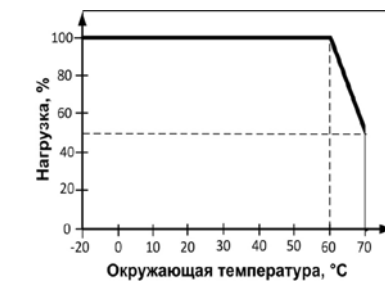

Рисунок 1 – Зависимость нагрузки
- температура окружающего воздуха от -20 °С до +70 °С (свыше +60 °С снижается нагрузочная способность, см. рис. 1);